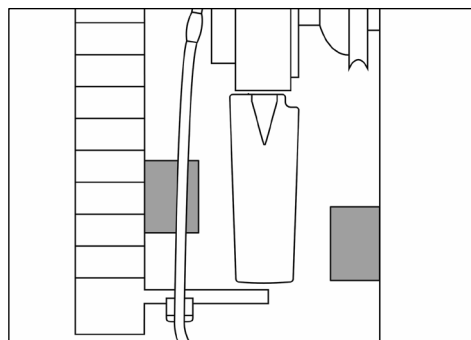

Fig. 34
- 30)** Asigurați-vă că, atunci când paletetele sunt în poziția transversală, acestea nu se lovesc de niciun obiect din fața sau din spatele ventilatorului (distanță minimă 5 mm (0,196”)/consultați Fig. 34).